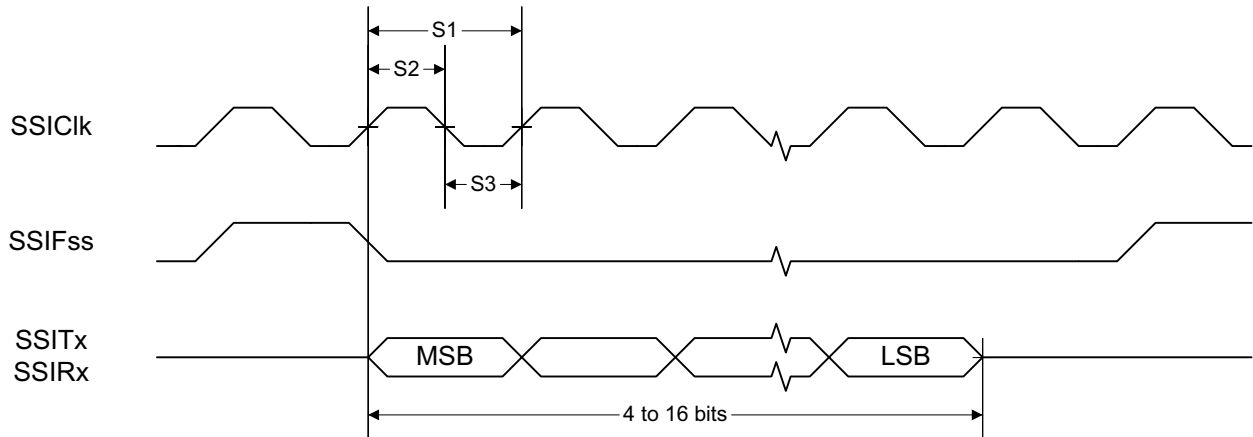
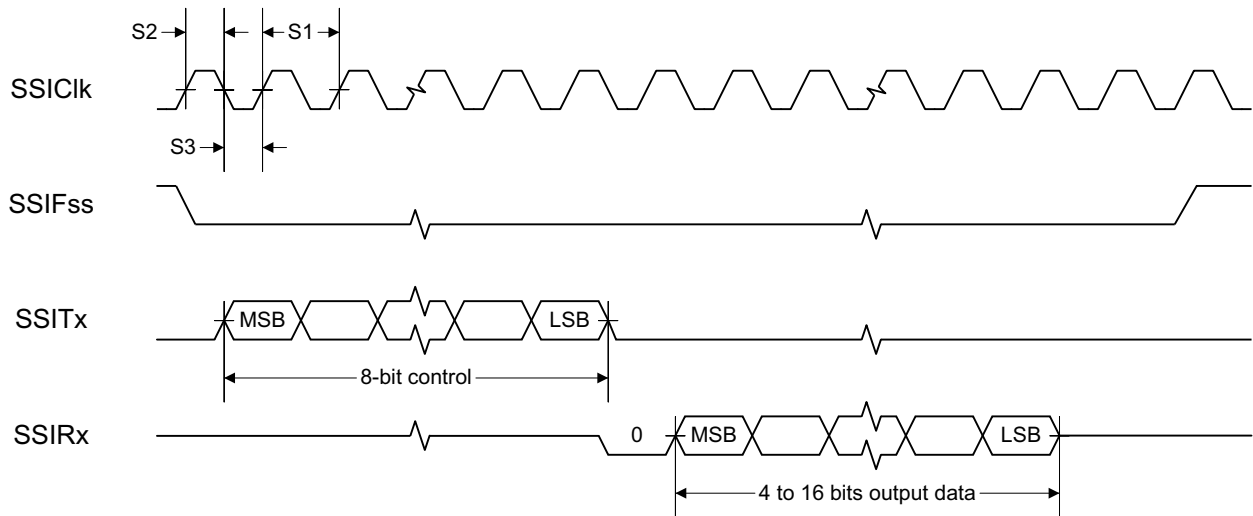
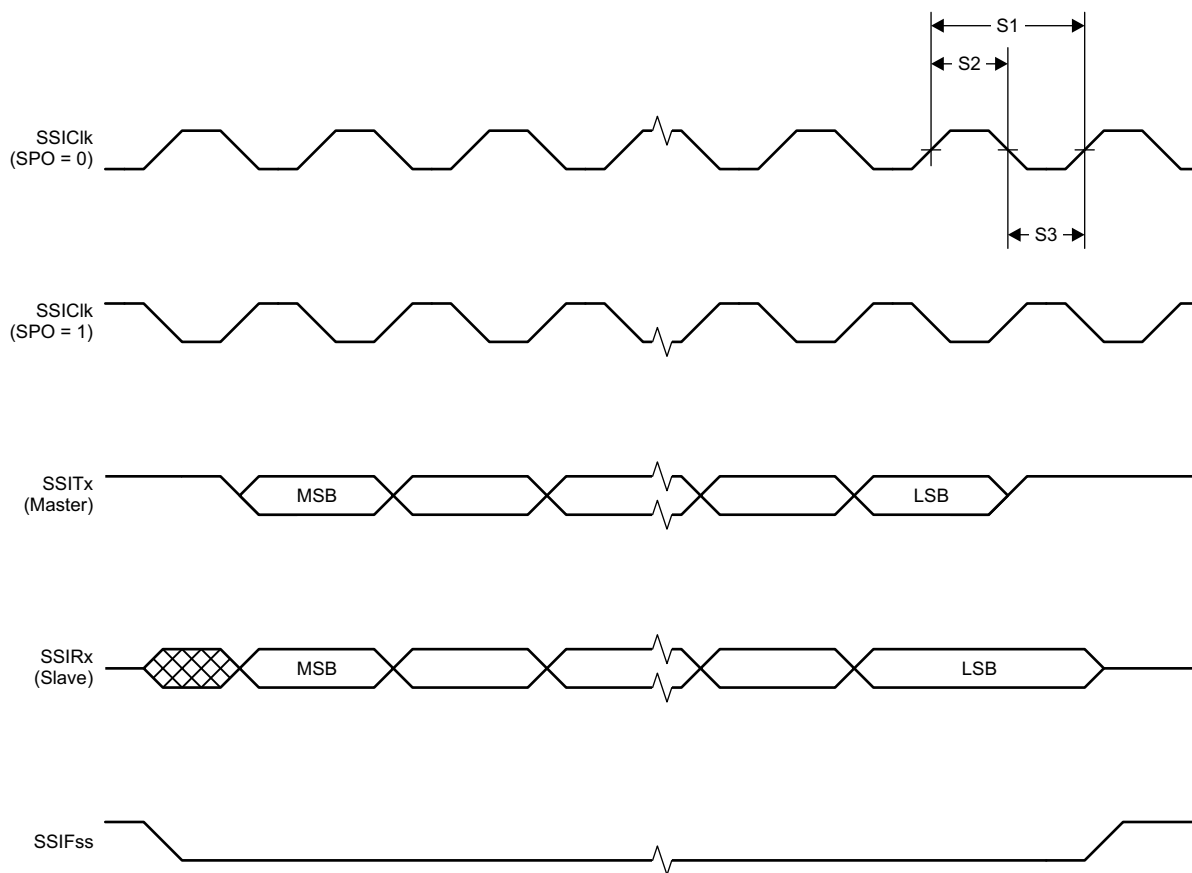

图 8-1. TI 帧格式 (FRF = 01) 的 SSI 时序，单次传输时序测量
图 8-2. MICROWIRE 帧格式 (FRF = 10) 的 SSI 时序，单次传输
图 8-3. SPI 帧格式 (FRF = 00) 的 SSI 时序, SPH = 1
(1) 请参阅 SSI 时序图：图 8-1、图 8-2 和图 8-3。
(2) 使用 TI 提供的电源驱动程序时，SSI 系统时钟始终为 48MHz。